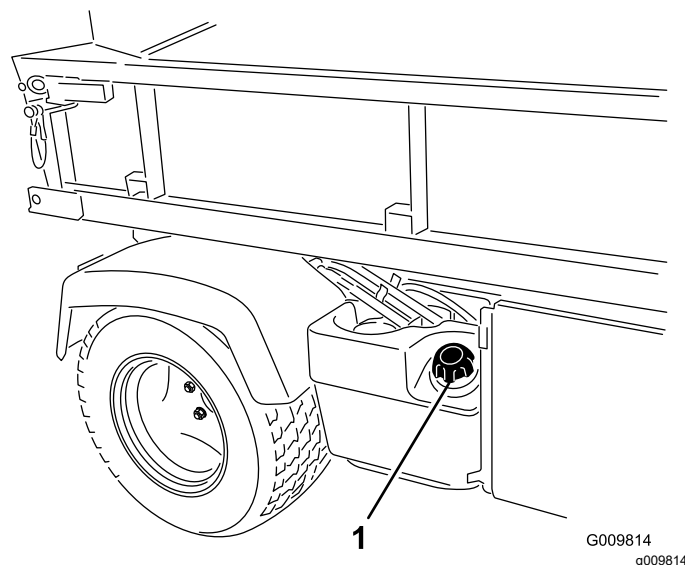

Figure 14
2. Enlevez le bouchon du réservoir de carburant (Figure 14).